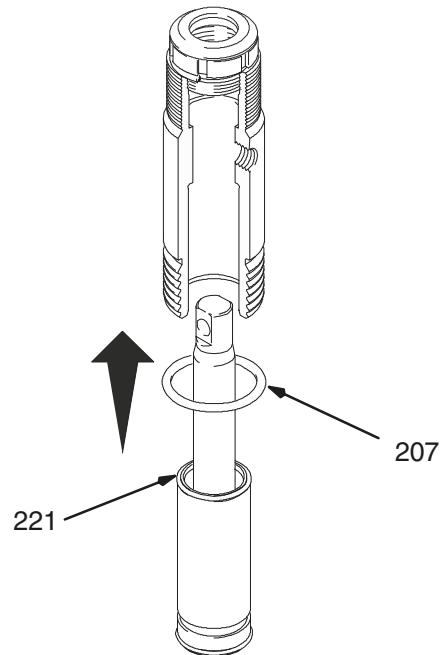

Fig. 17
Fig. 17. Engrase la junta tórica (221) y colóquela en el manguito. Deslice el conjunto del manguito/varilla del pistón en la parte inferior del cilindro. Si lo desea, reemplace la junta tórica (207).